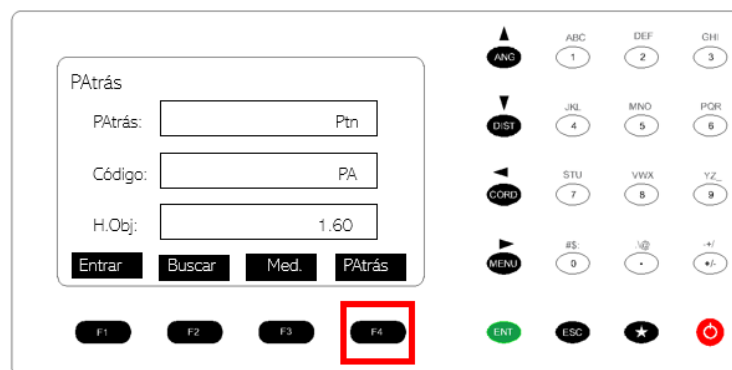

Figura 48. Configuración para orientar la estación total.
27. Presionar el botón F4. PAtrás. Figura 48.